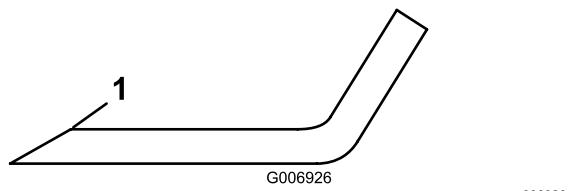

Рисунок 70
сохраняйте первоначальный угол заточки (Рисунок 70).
- Если нож затупился или имеет зазубрины, заточите только верхнюю режущую кромку, сохраняя первоначальный угол заточки (Рисунок 70).